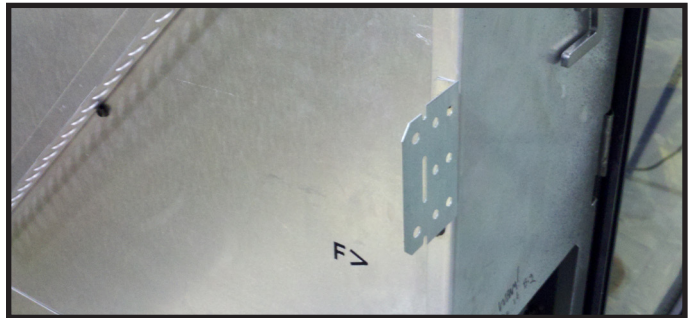

Figure 6.4 Languettes à clouer pliées vers l'extérieur pour l'installation
- Recourbez de 90 degrés vers l'extérieur, les languettes à clouer. Voir la figure 6.4.